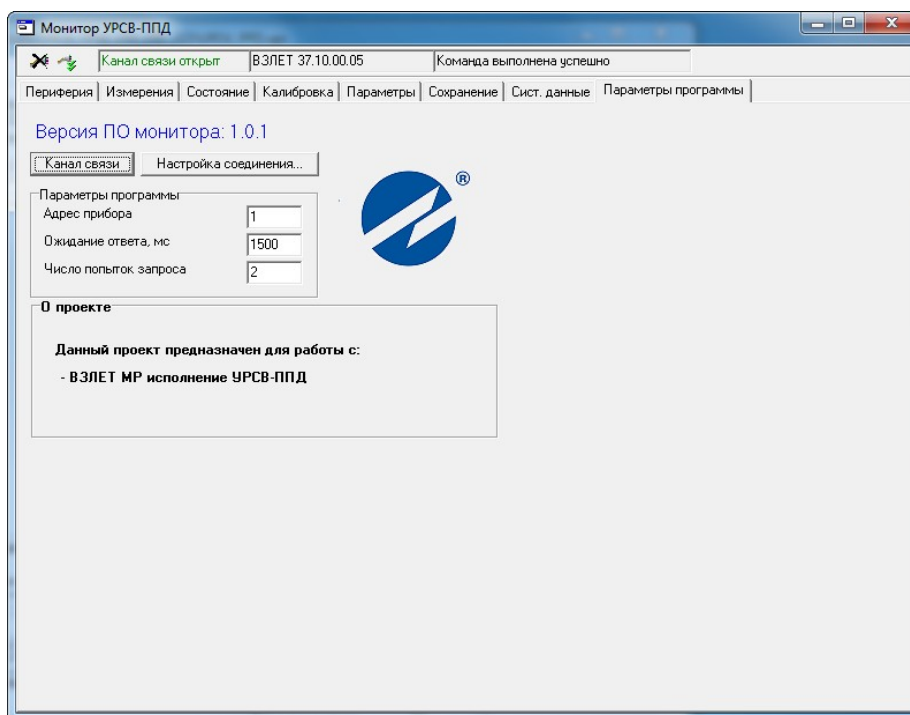
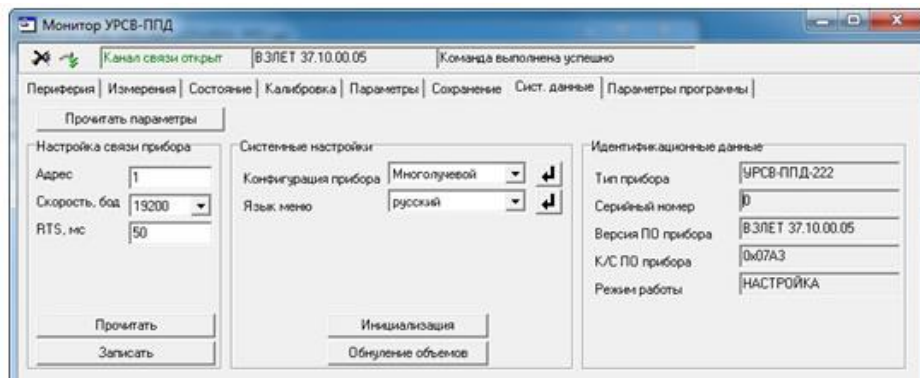

Рис.10 - Основное окно программы.
Рис.12 - Подтверждение установления связи с прибором.
4.1.3 Подключите RS-выход расходомера к последовательному порту компьютера через адаптер сигналов RS232/485 или к USB порту компьютера через адаптер интерфейсов USB-RS232/485. На компьютере запустите файл URSV_222_PPD.vpr. На экране монитора появится основное окно программы (см. рис.10).
4.1.5. В окне программы, приведенном на рис.10, установите связь с прибором, нажав кнопку **Канал связи**. При этом в окне монитора появится подтверждение установления связи с прибором (см. рис.12):